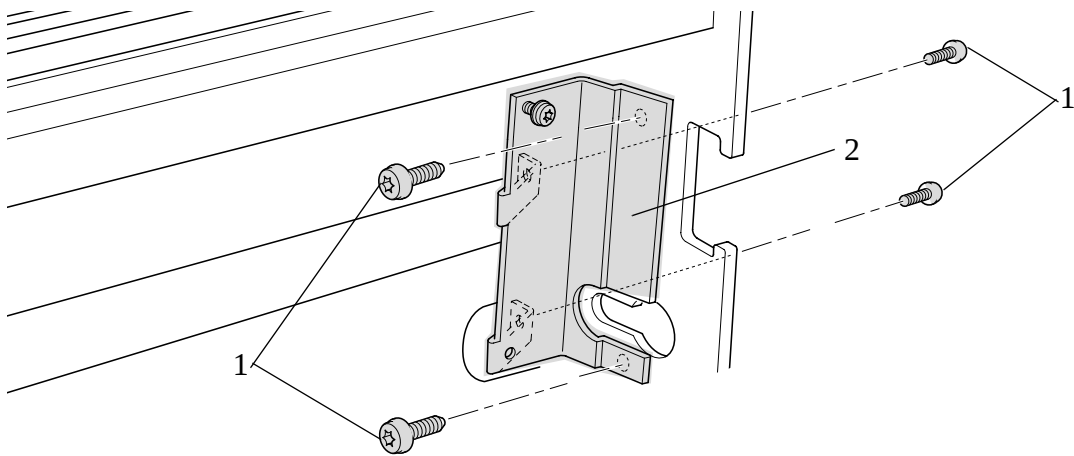

図 74 : 右エレクトロニクス モジュール マウント
- 5 右側エレクトロニクス モジュール マウント (部品2) を右側シャーシに固定している4本のT-15のネジ (部品1) を取り外します (図74参照)。